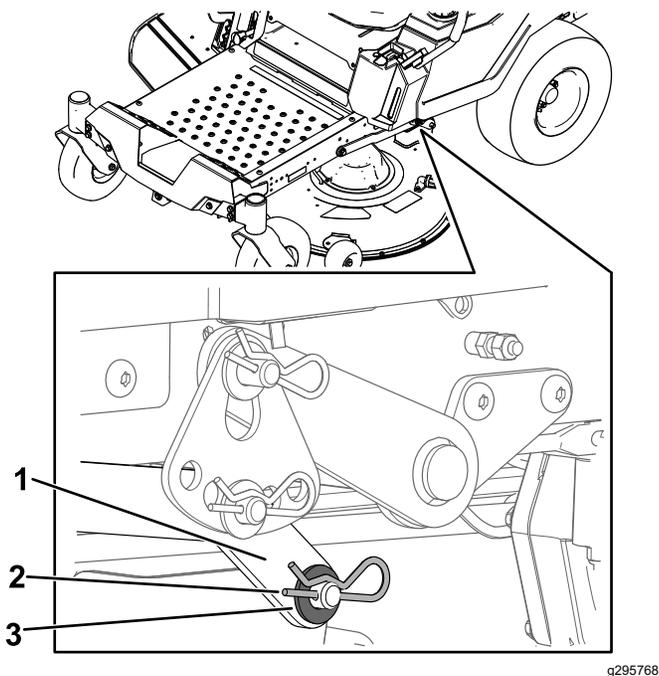

Figura 72
6. En un lado de la máquina, retire la arandela y la chaveta del pasador de la carcasa (Figura 72).
de elevación en el pasador de la carcasa (Figura 72).
6. Instale el brazo de elevación usando la arandela y la chaveta (Figura 72).
7. Retire el brazo de elevación del pasador de la carcasa (Figura 72).